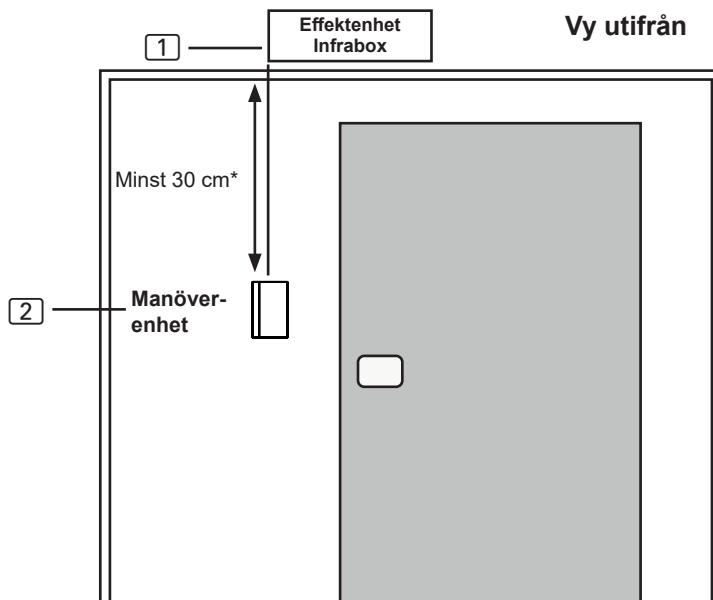

Bild 2: Position manöverenhet
Montera IR-styrenhetens manöverenhet **[2]** på kabinens yttervägg med ett avstånd på max. 10 meter till effektenheten **[1]** (se bild 2). Använd t.ex. en konventionell sticksåg för att såga upp urtaget till manöverenheten. Manöverenheten kan monteras både i kabinen och utanför kabinen.
- * Vid montering inuti en IR-kabin måste avståndet till kabinens tak vara minst 30 cm (se Bild 2: Position manöverenhet på sidan 11).